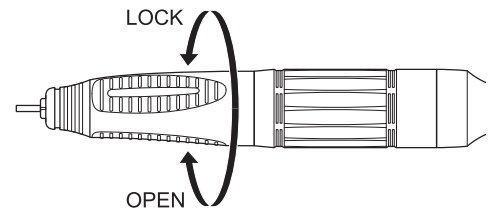

Fig. 7
- 1) Tournez la bague de verrouillage de la fraise dans la direction OPEN comme le montre la Fig.7 jusqu'à ce qu'elle émette un clic pour ouvrir le mandrin.
- 2) Tournez la bague de verrouillage de la fraise dans la direction LOCK comme le montre la Fig.7 jusqu'à ce qu'elle émette un clic pour fermer le mandrin. Après avoir fixé la fraise, tirez-la d'avant en arrière pour vérifier qu'elle est correctement raccordée.